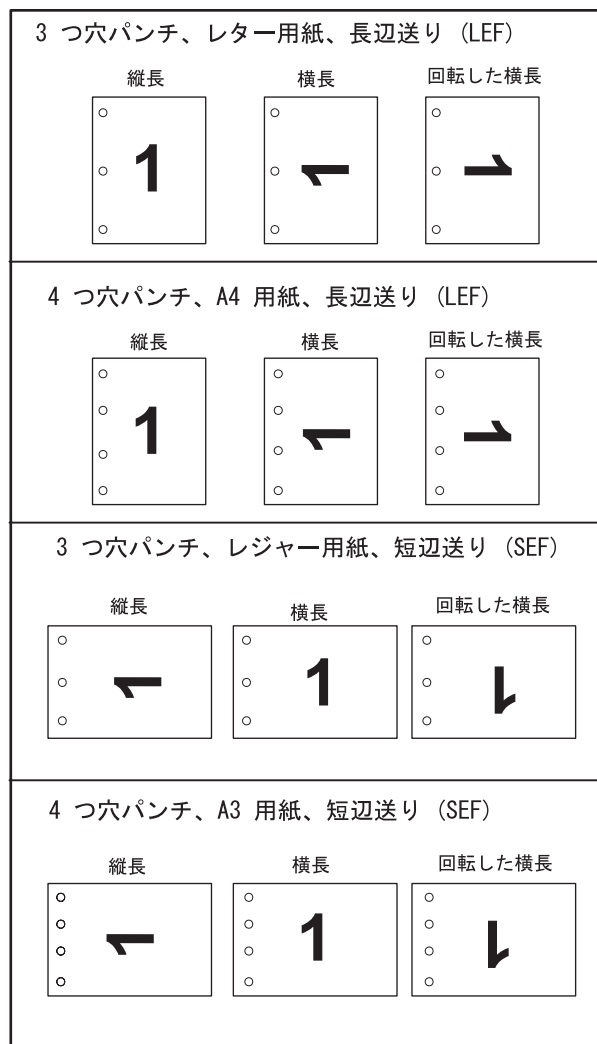

図2. パンチ位置
3. 59 ページの図2 で選択するパンチ位置を決定します。パンチ位置を決定する要素は 2 つあります。